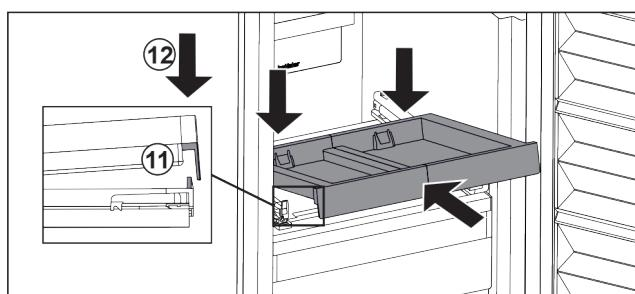

Fig. 84
- Šikmo zasuňte. Dbejte, aby byl na obou stranách doraz za západkou. Fig. 84 (11)
- Usaďte vpředu vysouvací příhrádku. Fig. 84 (12)